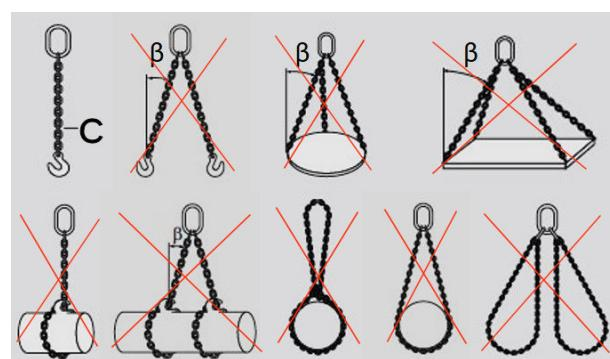

Рисунок 2: Способы подъема для двух цепных строп
Необходимо отрегулировать цепные стропы для подъема грузов, как показано в Рисунок 2.
- ▶ Для цепных строп необходимо использовать только способ подъема (С), показанный на Рисунок 2. Не следует превышать максимально допустимый угол наклона 30°.